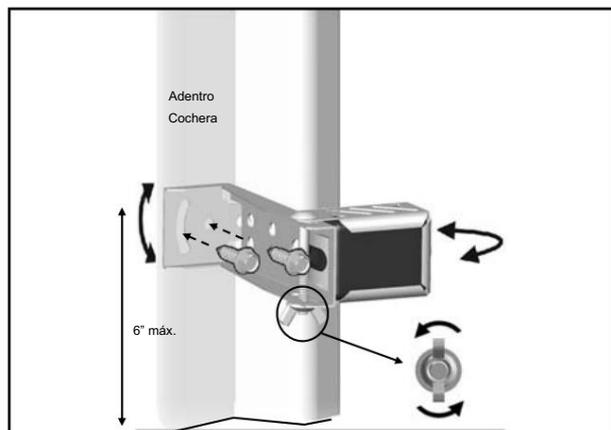

Fig. 1 (Montaje en pared)
Siga los pasos que se muestran en la Fig. 1.
Para instalar la bombilla como se muestra en la Fig.1:
1. Retire la piel precortada del extremo abierto del cable de los accesorios. Los cables NO DEBEN estar deshilachados y conectados correctamente como se muestra en la Fig.1.
1. Coloque los Photo Eyes uno frente al otro a cada lado de la puerta del garaje. Coloque los sensores de manera que no estén a más de 6" (15 cm) del piso, como se muestra en la Fig.1.
3. Si es necesario, utilice la posición de montaje en pared opcional (Fig.1) para adaptarse mejor al riel de su puerta y mejorar la evitación de obstáculos. Para ajustar la posición, afloje la tuerca de mariposa, desmonte el soporte y mueva el fotocélula a la posición inferior del soporte.